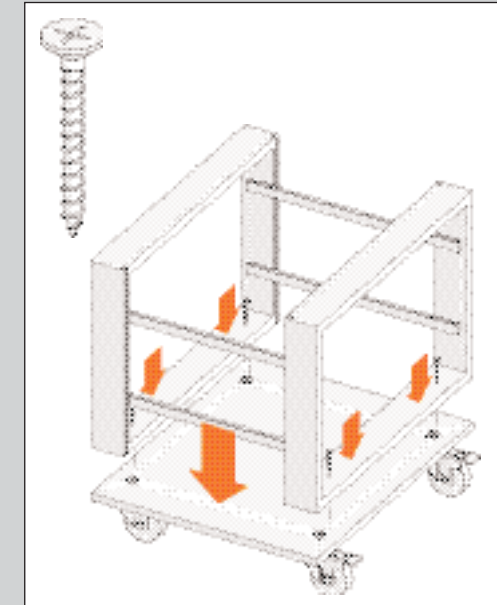

ABBILDUNG 9
2. Befestigen Sie den Rahmen des Schubladenblocks mit den Schrauben auf dem Sockelboden (siehe Abb. 9).